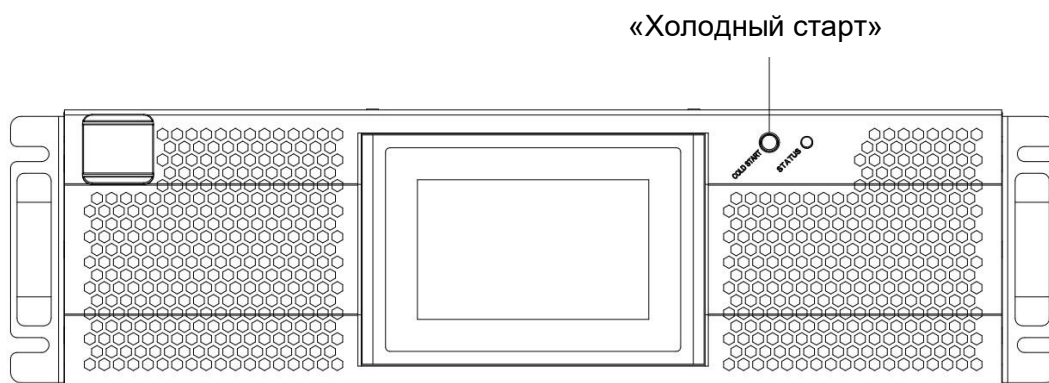

Рис. 5-6 Кнопка холодного запуска ИБП
- (1) Проверьте правильность сборки батарейного массива после чего включите батарейный автомат.
- (2) Нажмите красную кнопку "Холодный старт" (рис. 5-6). ИБП начнёт работу от энергии аккумуляторного массива